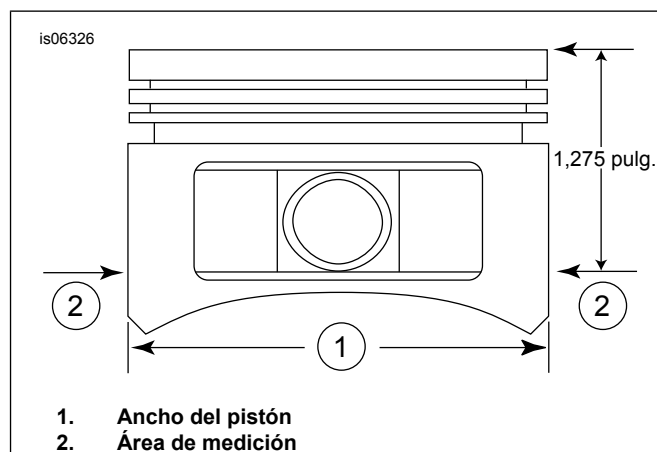

Figura 2. Medidas del pistón
5. Ver Figura 2 . Mida el ancho del pistón (1), 90 grados horizontalmente desde ambos lados del orificio del pasador del pistón y 32,38 mm (1,275 pulg.) hacia abajo desde la superficie de la plataforma (superior) del pistón (2). Vea Tabla 11 para saber cuál es el ajuste del pistón al cilindro en esta ubicación.